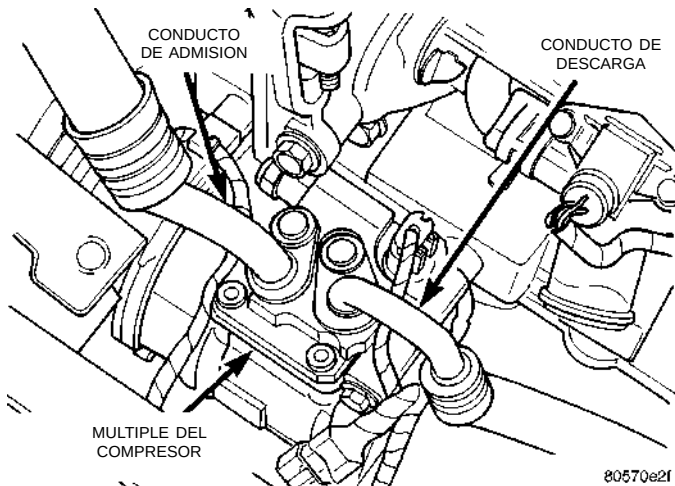

Fig. 29 Conducto de descarga
- (1) Retire el refrigerante del sistema de A/A usando una máquina de recuperación de refrigerante R-134a.
- (2) Retire el conducto en el compresor desde la parte superior del vehículo. (Fig. 29).
- (3) Retire el conducto en el condensador desde la parte inferior del vehículo.